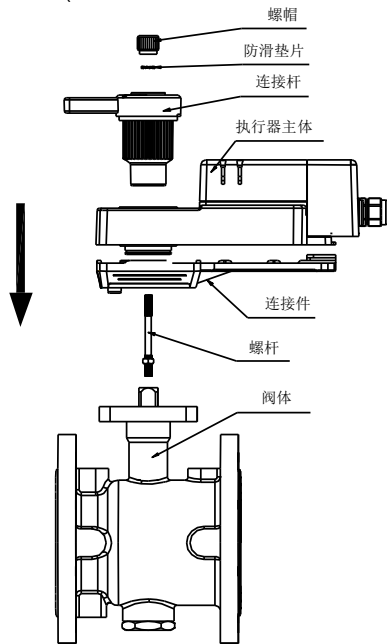

图 2
2. 图 2 为执行器组件分解图, 请按步骤依次完成与阀体的正确装配。应首先把阀门和执行器调整到全关状态, 这样阀杆方柄与执行器连接杆方孔的方位对齐, 连接杆能顺畅的套入阀杆, 且阀门和执行器的位置角度一致。